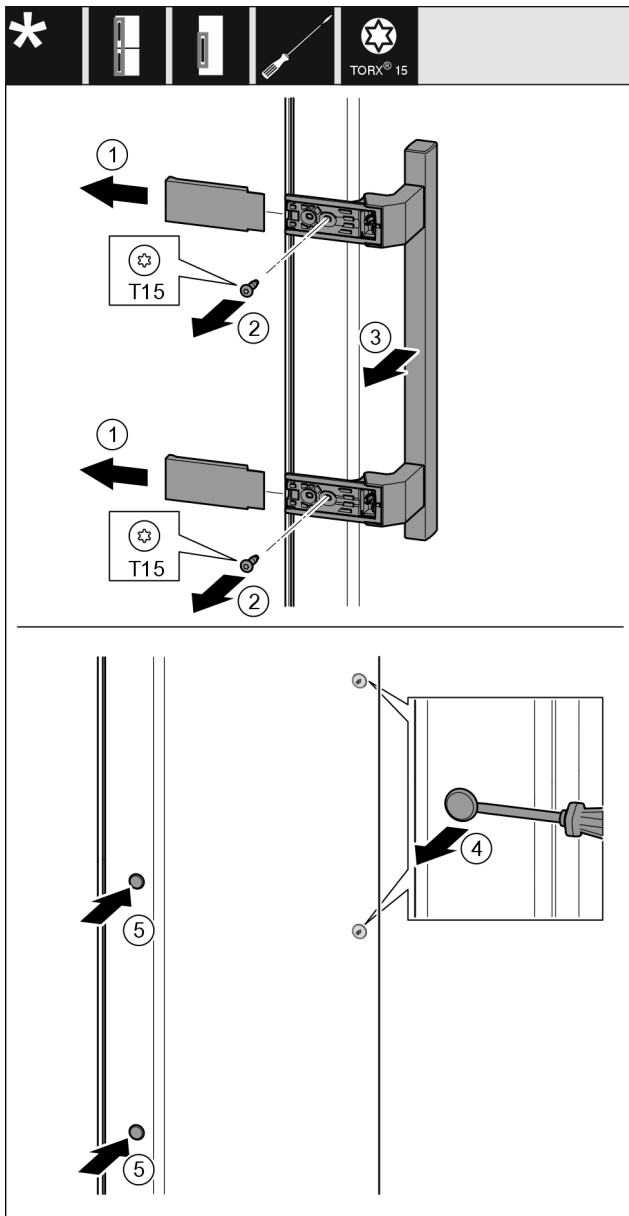

Fig. 21
- ▶ Изтеглетe капакa Fig. 21 (1).
- ▶ С отвертка отвийте винтовете Fig. 21 (2).
- ▶ Свалете дръжката Fig. 21 (3).
- ▶ С плоска отвертка внимателно повдигнете страничната тапа Fig. 21 (4) и я извадете.
- ▶ Отново поставете тапата Fig. 21 (5) от другата страна.